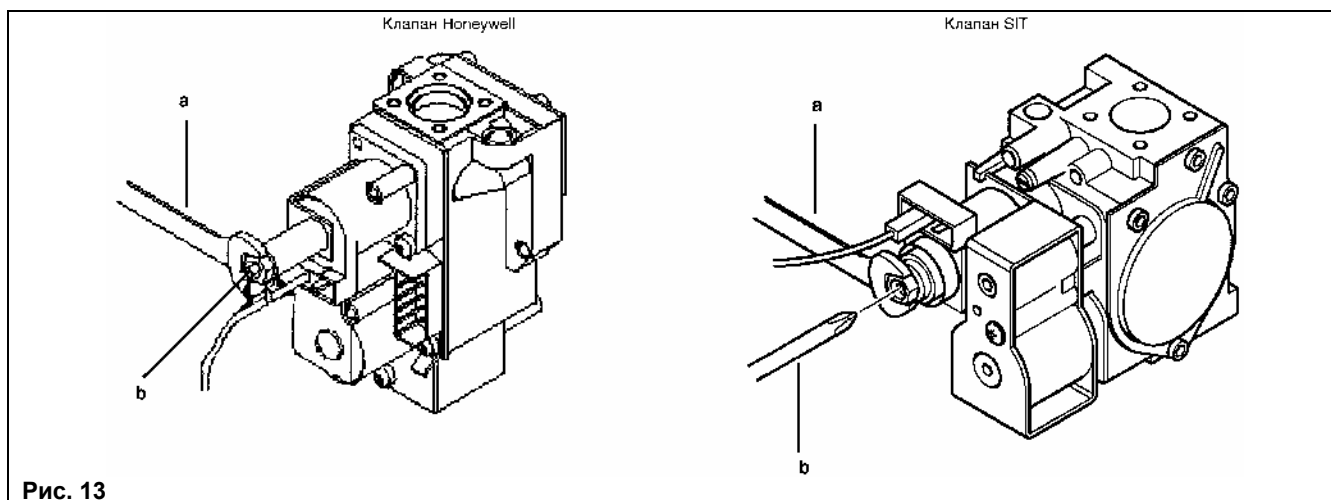

Рис. 13
- Проверить давление газа на горелке согласно таблице 1 для соответствующей модели котла и соответствующего типа газа. При необходимости снять крышку модулятора (позиция 4, рис.12) и поворачивать латунный винт (винт **a**, рис.13) до достижения давления, указанного в таблице 1 для соответствующей модели котла и соответствующего типа газа.
- Отсоединить провод питания модулятора. Котел перейдет в режим минимальной мощности. Проверить давление газа на горелке согласно таблице 1 для соответствующей модели котла и соответствующего типа газа. При необходимости и поворачивать винт (винт **b**, рис.13) до достижения давления, указанного в таблице 1 для соответствующей модели котла и соответствующего типа газа.
<p>Положение «OFF» приведенных ниже переключателей обозначает: GPL режим работы котла на природном газе (метане) T-off минимальное время между двумя включениями котла по контуру отопления составляет 3 мин.</p>	 <p style="text-align: right;">Рис. 13а</p>
<p>Положение «ON» приведенных ниже переключателей обозначает: GPL режим работы котла на сжиженном газе T-off минимальное время между двумя включениями котла по контуру отопления составляет 10 секунд</p>	 <p style="text-align: right;">Рис. 13б</p>